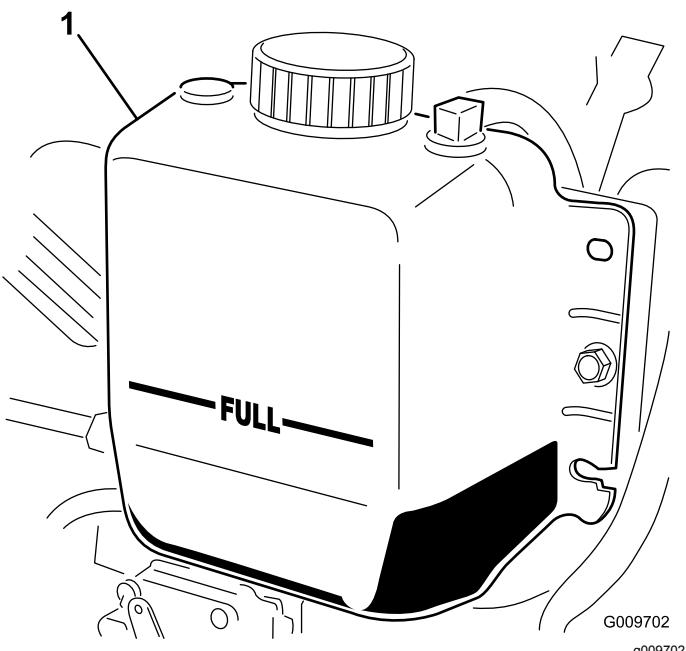

Figura 89
3. Compruebe el nivel de refrigerante del radiador. El radiador debe llenarse hasta la parte superior del cuello de llenado, y el depósito de expansión debe llenarse hasta la marca LLENO (Figura 89).